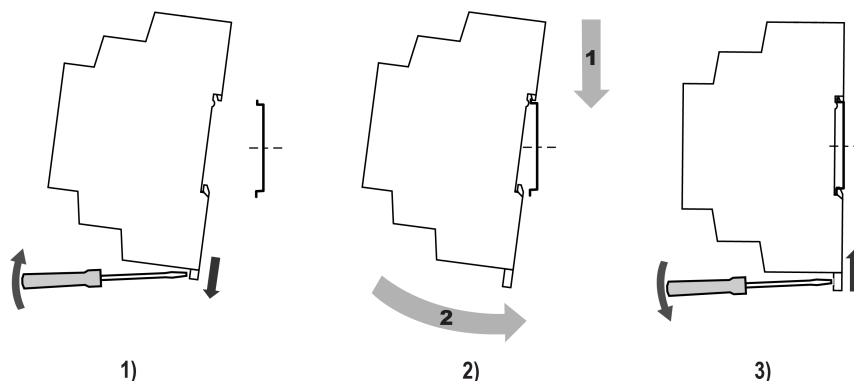

Рисунок 4.1 – Установка прибора
2. Вставив отвертку в проушину, оттянуть защелку рисунок 4.1, 1).
3. Установить прибор на DIN-рейку в соответствии с в направлении стрелки 1 (рисунок 4.1, 2);
4. Прижать прибор к DIN-рейке в направлении, показанном стрелкой 2. Зафиксировать защелку (см. рисунок 4.1, 3).